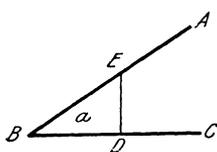

Fig. 15.
b) Fig. 15 stellt einen Winkel dar; er heißt a . Auf Schenkel BC ist eine Senkrechte errichtet und bis zum anderen Schenkel verlängert worden; sie heißt DE . Wenn nun diese Senkrechte zu dem Schenkelabschnitt BD ins Verhältnis gesetzt wird, so ist
2. Aufgabe: Wir benutzen Aufgabe 1a. (Siehe auch Fig.15.)
3. Aufgabe: Wie groß ist der Winkel α (Fig. 15), wenn